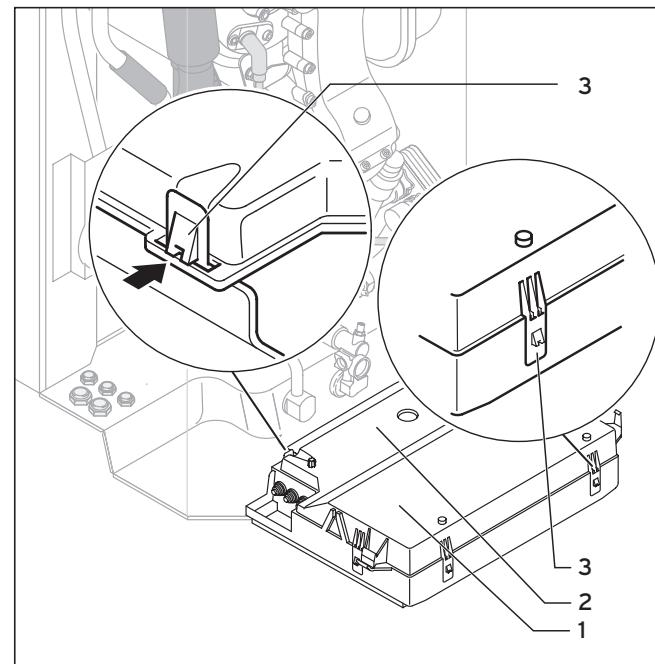

Рис. 4.7 Открытие задней стенки распределительной коробки
- Снимите переднюю обшивку аппарата и откните блок электроники (1) вперед.
- Отсоедините заднюю крышку (2) блока электроники в точках (3) и поднимите крышку вверх (см. рис. 4.7).
- Отсоедините заднюю крышку распределительной коробки (1) в точках (2) и поднимите крышку вверх (см. рис. 4.7).